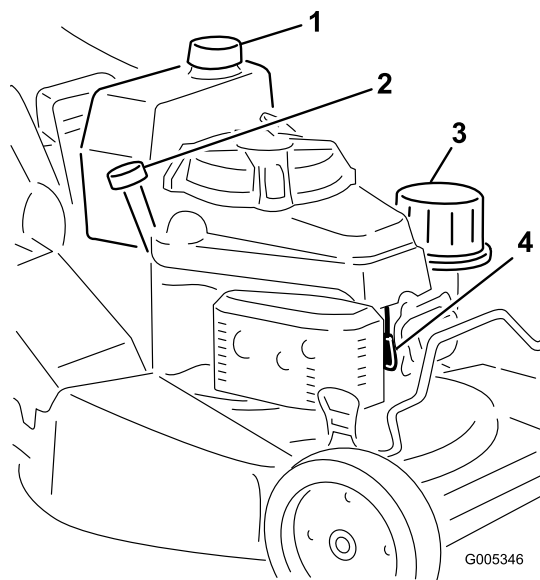

Figura 13
1. Limpie alrededor del tapón del depósito de combustible (Figura 13).
1. Conecte el cable de la bujía (Figura 13).